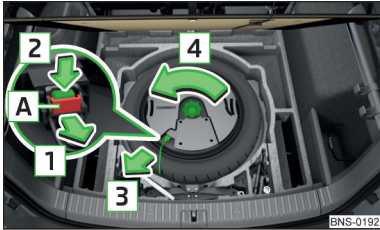

Fig. 339
- › Tirez sur la fiche du verrouillage **A** dans le sens de la flèche **1** » fig. 339.
- › Vissez les écrous dans le sens inverse de la flèche jusqu'à la butée **4** » fig. 339.